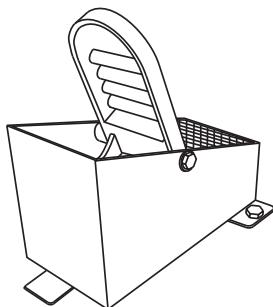

Figura 13. Pedal de control de la velocidad de las hojas
- El pedal derecho (Figura 13) controla la velocidad de las hojas y del motor. La posición del pedal determina la velocidad de las hojas. La velocidad lenta de las hojas se obtiene pisando ligeramente el pedal. La velocidad máxima de las hojas se obtiene pisando por completo el pedal.